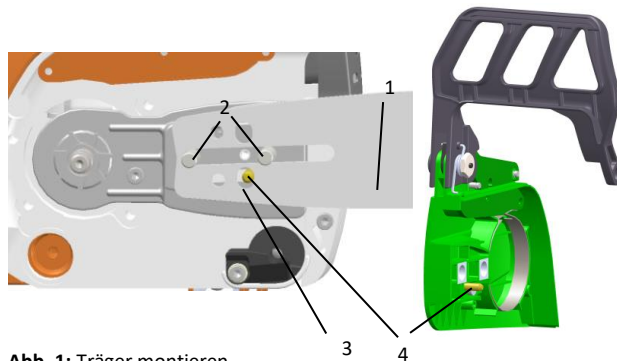

Abb. 1: Träger montieren
- > Setzen Sie das Schwert (1 – Abb. 1) entsprechend einem Sägeschwert zwischen die Schrauben (2 – Abb.1).
- > Die Bohrung (**3** – Abb.1) im Träger muss in den Mitnehmer vom Kettenspanner gesetzt werden. Dieser ist abhängig vom Motorsägentyp motorseitig oder im Deckel (**4** – Abb.1) montiert.